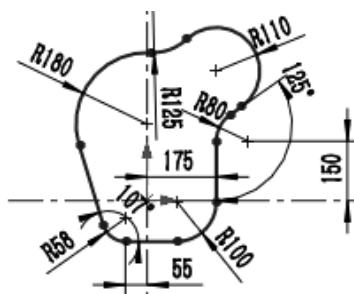

图 5.7 添加尺寸
Step 7 添加尺寸。选择下拉菜单 **工具(T)** → **标注尺寸(S)** → **智能尺寸(S)** 命令，添加图 5.7 所示的尺寸。